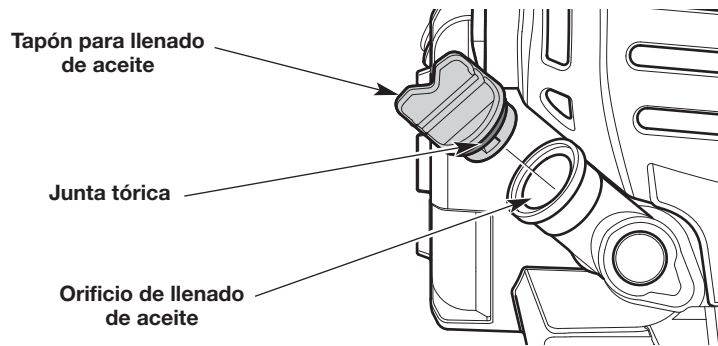

Fig. 10
2. Desenrosque el tapón de llenado de aceite (Fig. 10).
3. Vierta todo el contenido del recipiente dentro del orificio de llenado de aceite (Fig. 10). **NO** llene el depósito en exceso. Consulte *Control del nivel de aceite*.
NOTA: Compruebe que la junta tórica esté en su lugar en el tapón de llenado de aceite (Fig. 10).